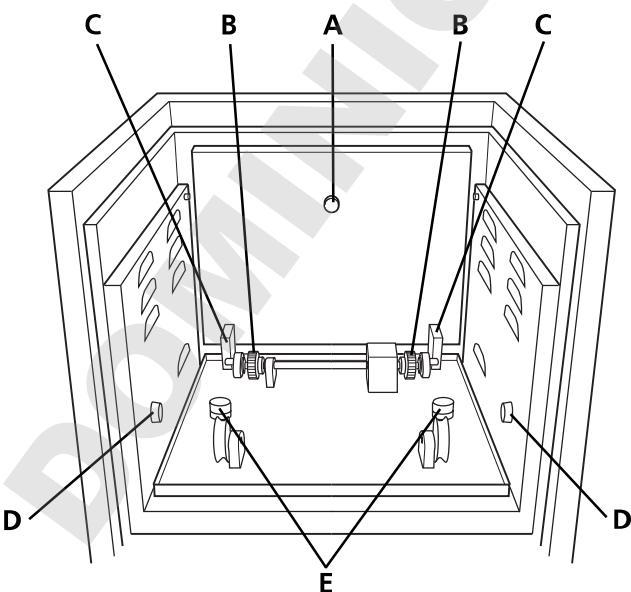

Abb. 4: Antriebskomponenten des Inkubators SI30H
- 5.4 Die Rotisserie auf dem Rotationsmechanismus des Inkubators platzieren. Dabei muss sichergestellt werden, dass die gezahnten Bänder an beiden Enden der Rotisserie auf die Stahlzähne des Rotationsmechanismus auf der Rückseite des Inkubators gesetzt werden (Abbildung 4, B). Die Plastikflansche der Rotisserie müssen mit den kleinen Rädern auf dem Boden des Inkubators übereinstimmen. Anschließend die Inkubator tür schließen.
- 6.2 Die Plattform an ihrem Griff (Abbildung 4, A) aus ihrer Transportposition herausnehmen, nach vorne schieben und auf dem Schüttelmechanismus platzieren. Dazu müssen die seitlichen Stifte der Plattform in die Halterungen (D) an den Seitenwänden der Inkubatorkammer eingesetzt werden. Dabei müssen die Nylonblöcke (C) an der Unterseite der Plattform auf den Stiften (E) aufliegen, die aus dem Rüttelmechanismus an der Rückseite des Inkubators herausragen.